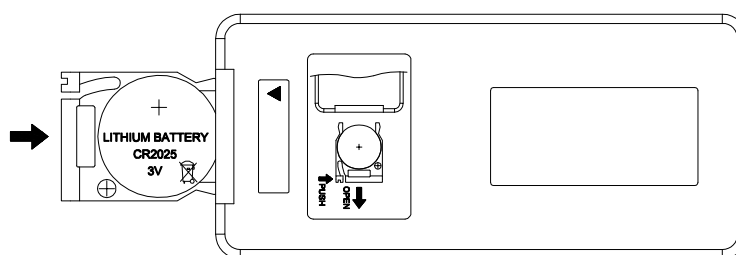

Figure 3
3. Insérez la pile en plaçant le côté présentant un relief à l'intérieur du compartiment et assurez-vous que la pile est solidement mise en place. (Figure 3)